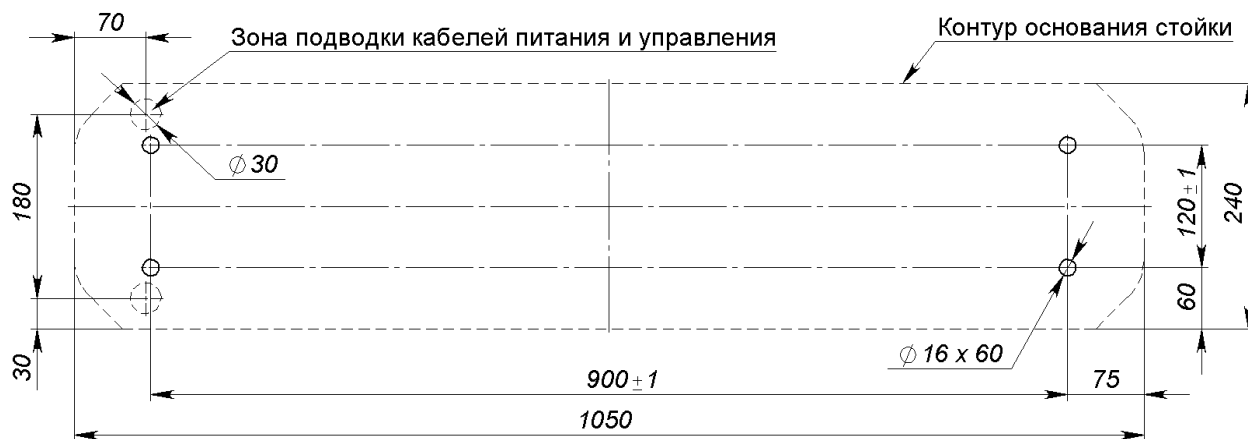

Рисунок 6 – Схема разметки для установки стойки TBC01
8.4.2 Подготовьте в полу отверстия под гильзы анкеров для крепления стойки TBC01 (см. рисунок 6). При необходимости прокладки кабелей под поверхностью пола подготовьте в полу кабельный канал, подходящий к зоне ввода этих кабелей в стойку TBC01. Установку и крепление стойки производите после прокладки всех кабелей в кабельном канале и внутри стойки. Прокладка кабелей внутри стойки показана на рисунке 7.